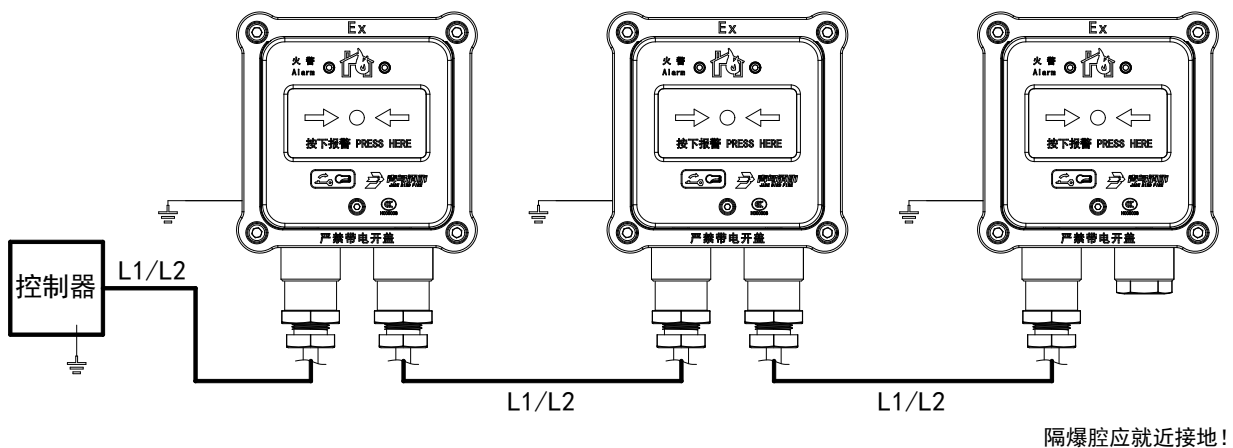

图 2 接线图
- 将总线接在 PCB 上的 L1、L2 端子上，接线无级性，然后扣上上盖用螺钉紧固，连接方式如图 2 所示。